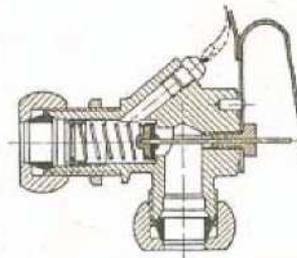
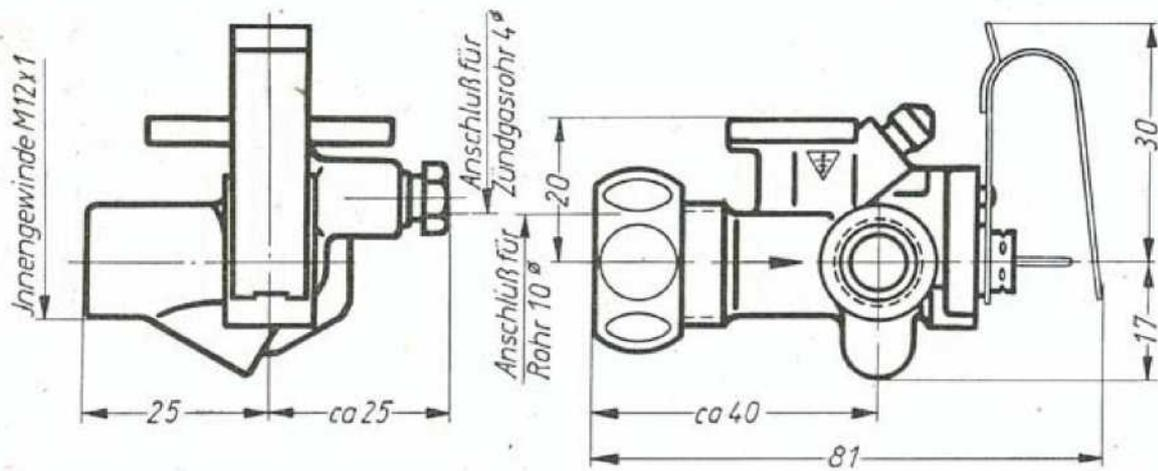

Abb. 15
Abb. 17
**Stadtgas-Züandsicherung** (Abb. 15, Maße Abb. 17).